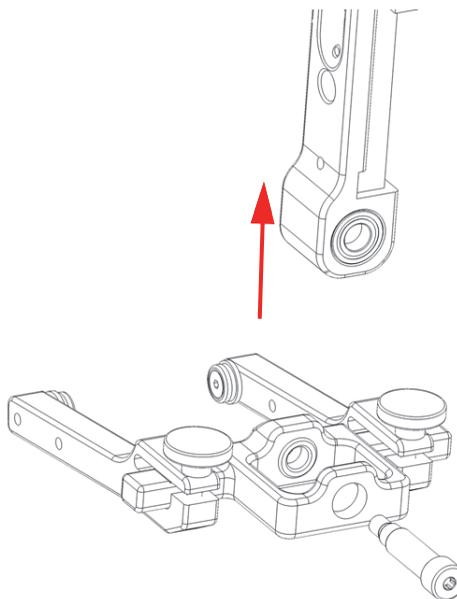

Figure 5-4 Retrait du rail à l'extérieur de l'axe rotatif de la fourche
2. Faites glisser le rail du bras à ressort à l'extérieur de l'axe rotatif de la fourche (Figure 5-4 à la page 85).